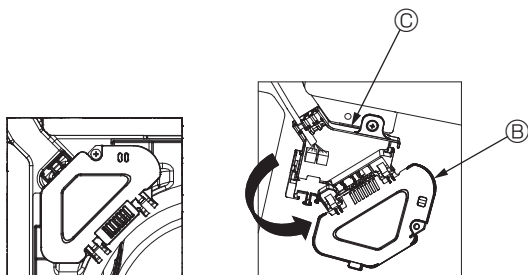

Fig. 4-5
- ③ Rimuovere la vite di fissaggio del coperchio della scatola di connettori, quindi aprire il coperchio. (Fig. 4-5)
- ④ Inserire il connettore del cavo di giunzione nella scatola dei connettori.
- ⑤ Rimontare il copricavi e il coperchio della scatola dei connettori.